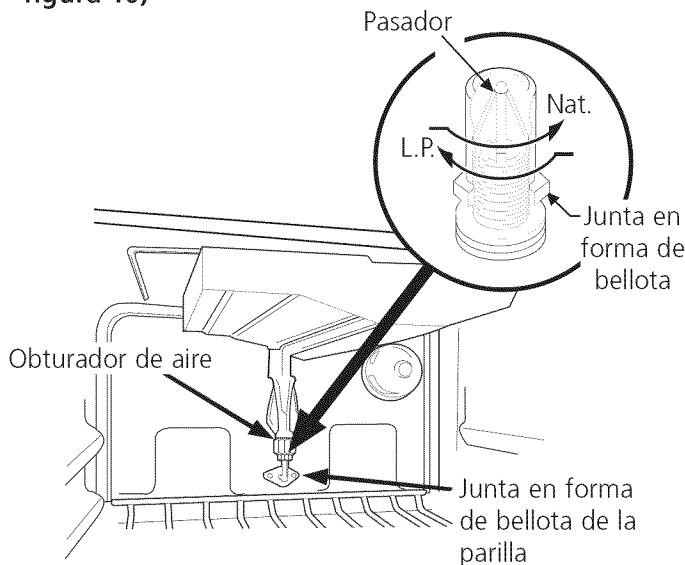

Figura 10
C. Ajuste del orificio del quemador del asador (Modelos autolimpiadores solamente) (vea figura 10)
Usando una llave de $\frac{1}{2}$ " , giro hacia abajo la junta en forma de bellota ajustable que inyecta gas al quemador del horno. Gire esta junta en forma de bellota hasta que ajuste contra el pasador medidor de LP. Esto será aproximadamente 2 $\frac{1}{2}$ vueltas. No lo apriete demasiado (vea figura 10).